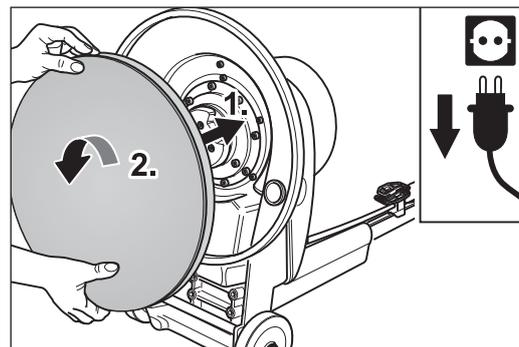

Abb. 15 Einsetzen des Schleiftellers (1.) und nach links drehen bis zum Anschlag (2.).
- 6 Setzen Sie den anderen Schleifteller zentrisch auf die Aufnahme des Getriebes und drehen Sie ihn nach links bis zum Anschlag (Abb. 15).